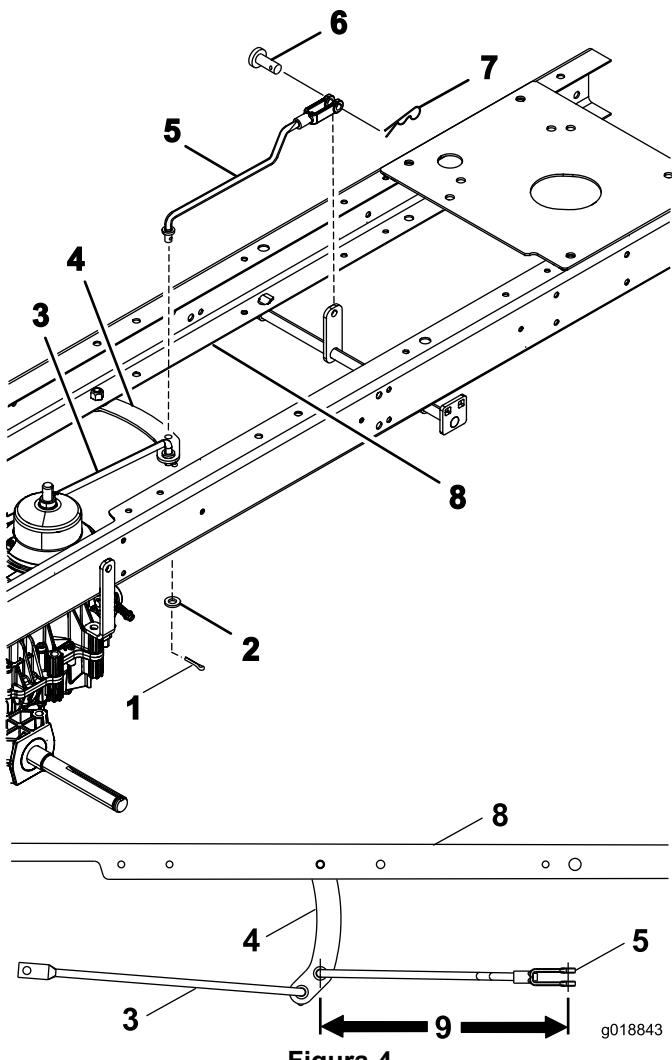

Figura 4
- Conecte el brazo de acoplamiento delantero del control de movimiento al brazo de acoplamiento del soporte de tracción usando la arandela plana y la chaveta (Figura 4).
- Instale el otro extremo del brazo de acoplamiento delantero del control de movimiento, y ajuste la horquilla según lo indicado en Figura 4.